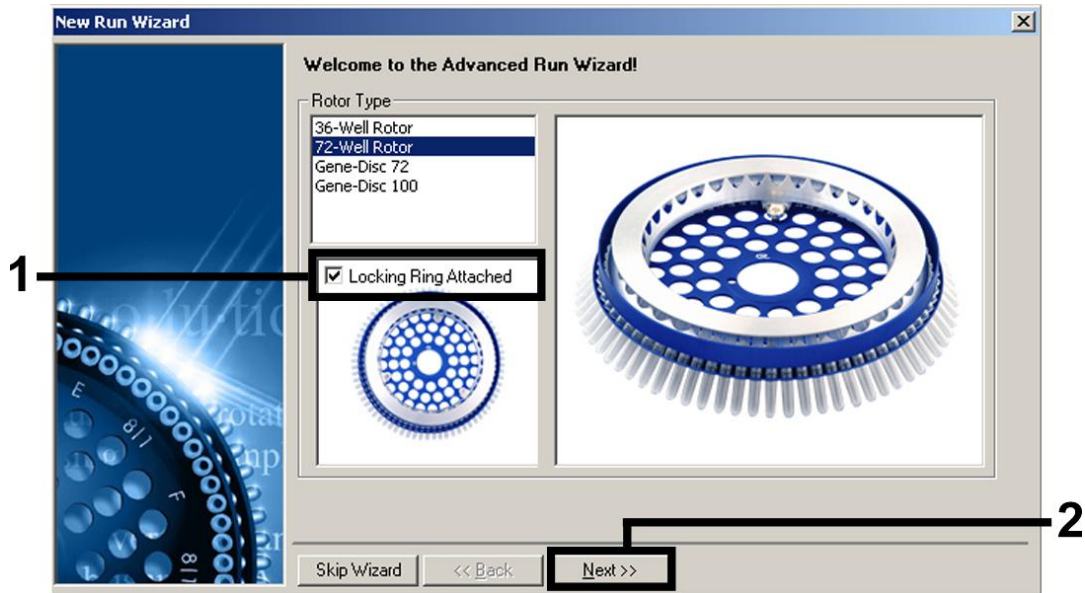

Abbildung 1. Das Dialogfeld „New Run Wizard“.
6. Öffnen Sie zunächst das Dialogfeld „New Run Wizard“ (Assistent für neuen Lauf) (Abb. 1). Markieren Sie das Kontrollkästchen „Locking Ring Attached“ (Schließring angebracht) und klicken Sie dann auf „Next“ (Weiter).